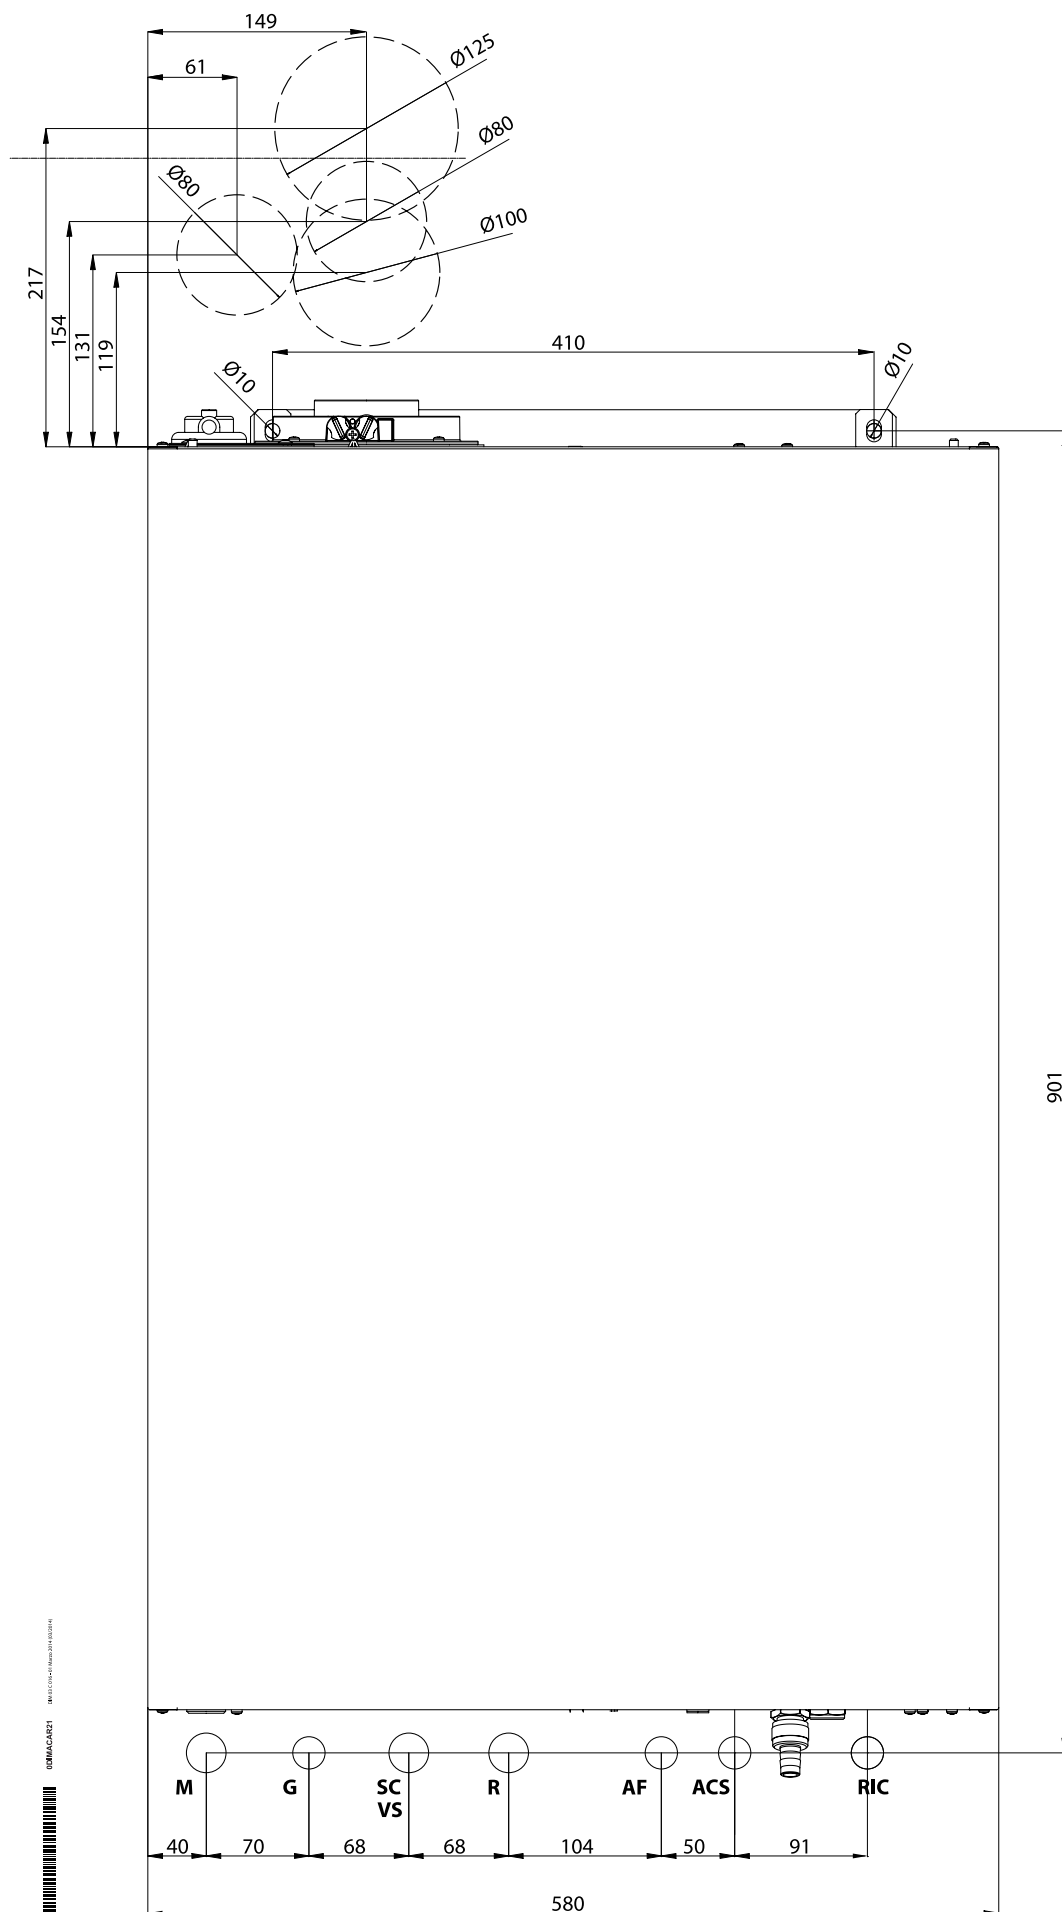

Fig. 6 Gabarit en papier
- » le gabarit de fixation de la chaudière au mur (voir Fig. 6 Gabarit en papier).
Chaque appareil est accompagné d'un gabarit approprié en papier contenu dans l'emballage (voir Fig. 6 Gabarit en papier).
- Fixer le gabarit (voir Fig. 6 Gabarit en papier) au mur.